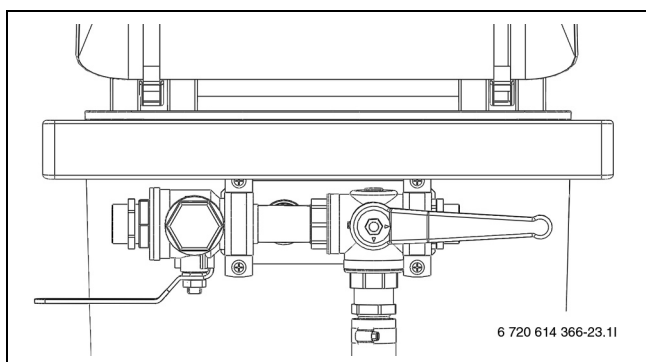

Fig. 19 Station de remplissage en mode remplissage
- Placer les vannes de la station de remplissage en position de remplissage et remplir le circuit avec de l'eau glycolée (→ figure 19).